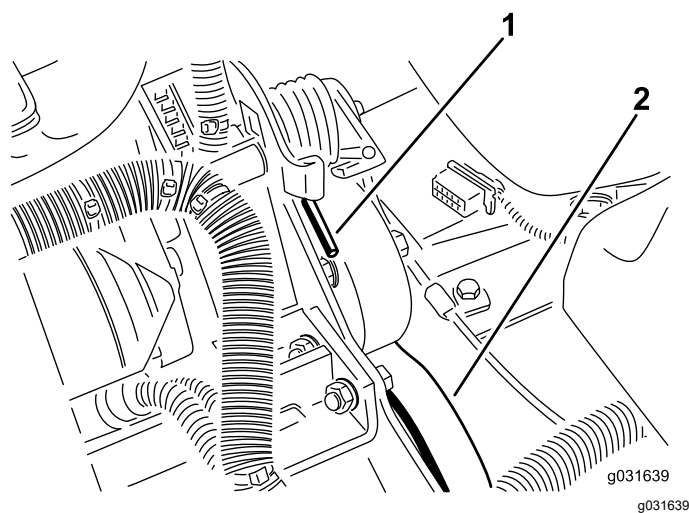

Bild 63
2. Drücken Sie das Ende der Feder ab- und vorwärts, um die Feder aus dem Bügel auszuhaken und die Feder zu entspannen (Bild 63).